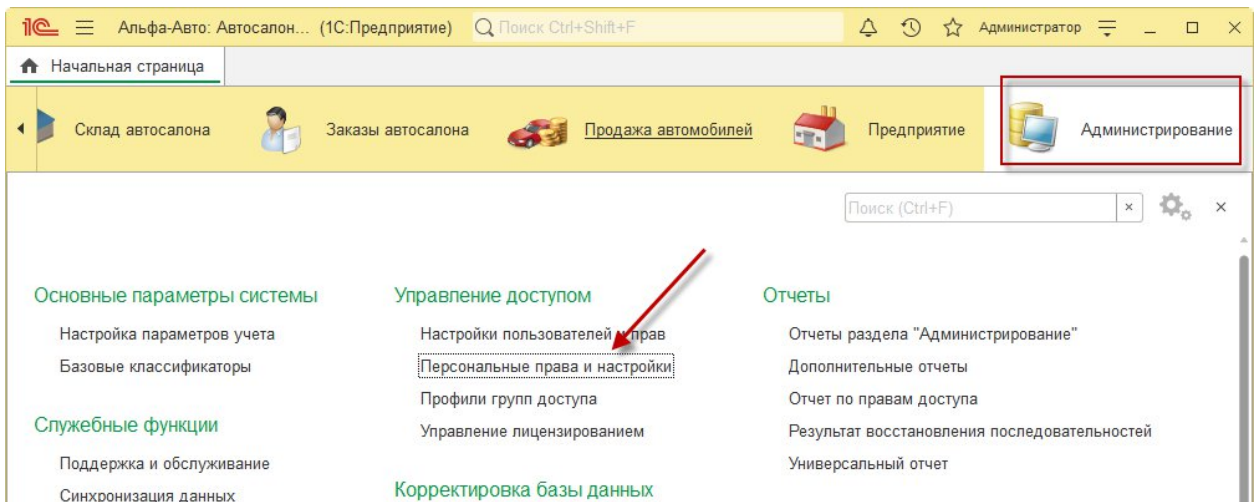

Рис. 5. Подсистема "Администрирование", запуск обработки "Права и настройки"
- 1. Блок "Адрес сервера".** В данном блоке отображается адрес подключения к системе Аудатэкс. Адрес сервера можно изменить в правах и настройках Альфа-Авто, для этого необходимо открыть в подсистеме "Администрирование" обработку "Персональные права и настройки". Адрес сервера указывается в праве № 10019 "Сервер auto pad web" (указывается для группы пользователей; Рис. 5).